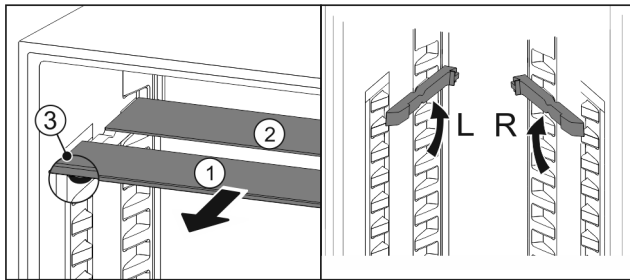

Fig. 54
- ▶ Tõmmake Fig. 54 (1) klaasplaadid üksikult ettepoole välja.
- ▷ Iluliiist klaasplaat Fig. 54 (1) asub ees.
- ▷ Pidurid Fig. 54 (3) on suunatud allapoole.